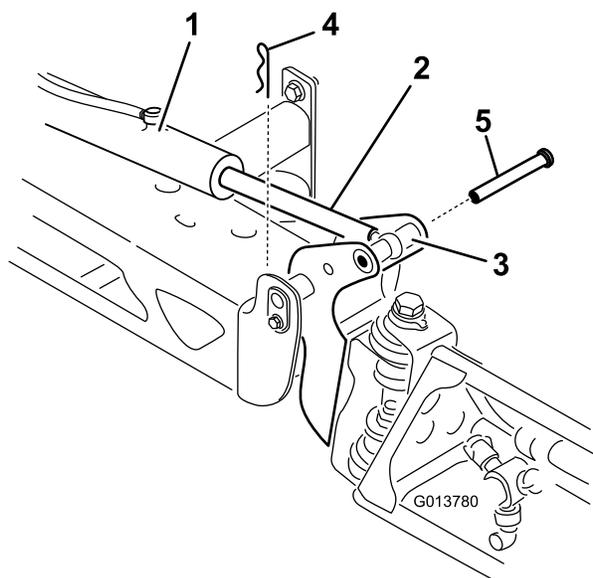

图 13
- 向上提起喷洒臂拆下柱销 图 13 然后将喷洒臂慢慢放到地面上。
- 提升喷洒臂、使其枢轴对准提升器杆。支撑住喷洒臂将柱销插入喷洒臂枢轴和提升器杆 图 13。